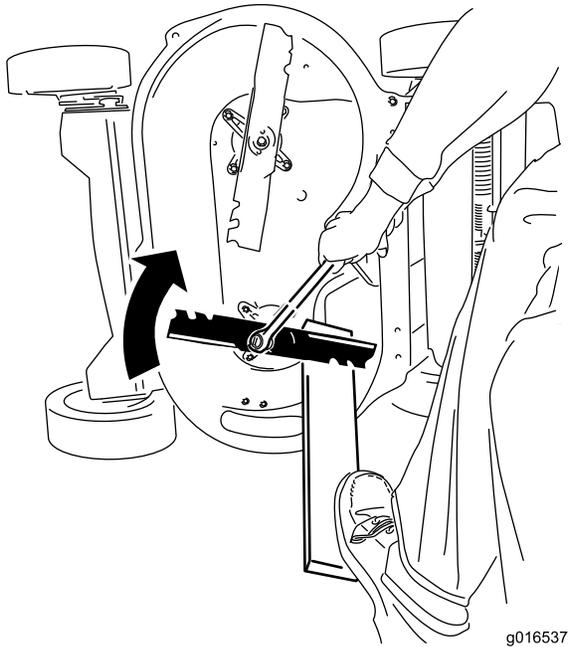

Bild 40
- Halten Sie jedes Messer mit einem Brett fest und drehen Sie die Messerschraube mit einem Drehmomentschlüssel nach rechts, wie in **Bild 40** abgebildet. Ziehen Sie jede Messerschraube mit 82 N m an.